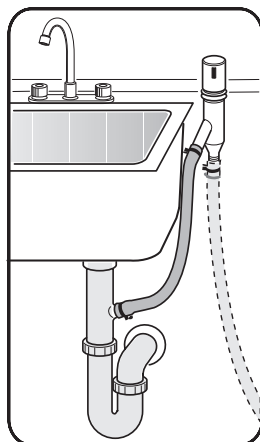

Figure 26
- 3 Sur la connexion de vidange de l'évier lave-vaisselle par un intervalle d'air, **figure 26.**